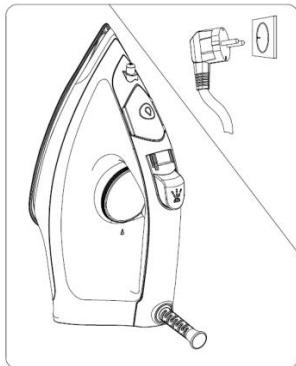

Fig.3
14.Branchez l'appareil sur une source d'alimentation (voir Fig. 3) et sélectionnez la température appropriée en fonction du matériau des vêtements à repasser (voir Fig. 4). Reportez-vous aux sections « **CONSEILS DE REPASSAGE** » et « **ÉTIQUETTE SUPPLÉMENTAIRE** » lors de la sélection de la température. Le voyant s'allume, indiquant que le fer est en cours de préchauffage. Le voyant reste allumé en continu pendant le préchauffage. Une fois le préchauffage terminé, le voyant s'éteint et le fer est prêt à être utilisé.